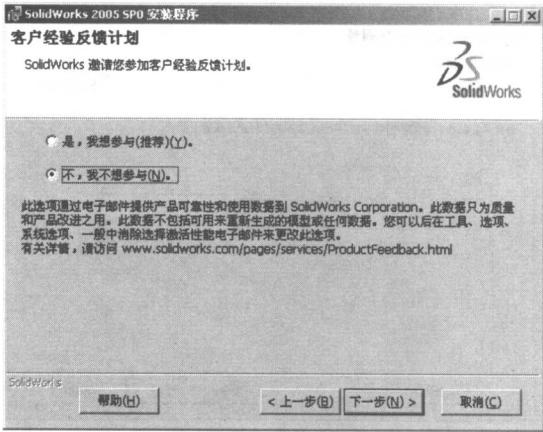

图 1-7
7. 这里出现记录 Solidworks 2005 的功能信息，按(下一步)按钮，如图 1-7 所示。